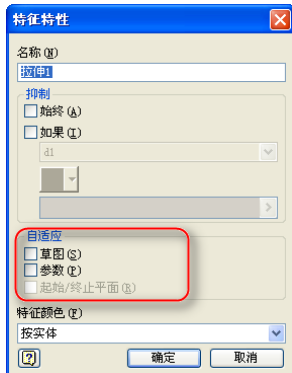

图 4-66 “特征特性”对话框
- (1) 对于拉伸和旋转特征，【特征特性】对话框如图 4-66 所示。